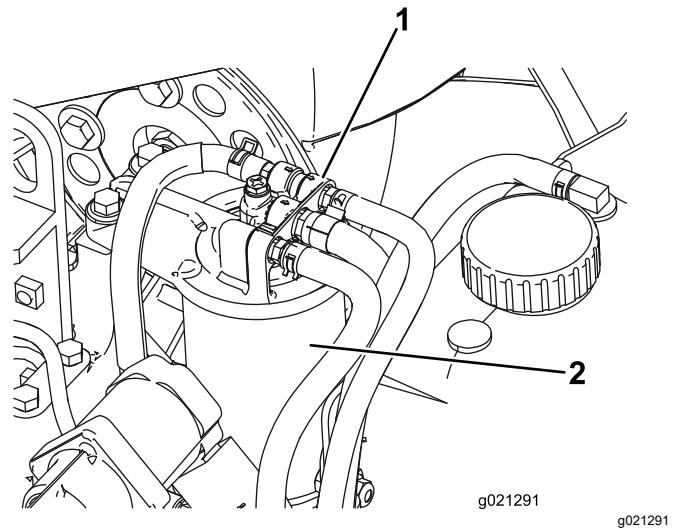

Bild 95
2. Entfernen Sie den Filter und reinigen die Kontaktfläche (Bild 95).